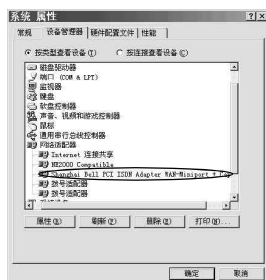

图8 “Shanghai Bell PCI ISDN Adapter WAN-Miniport+Capi 2.0”标识
⑥主叫号码液晶显示器 ⑦删除键; ⑧查看键。在没有使用外界直流电源供电时, NT1plus可通过电话线获得电能, 但处于受限供电工作状态, 只能支持一部模拟电话或是一部数字电话使用, 此时LP灯灭、PW灯亮; 如果使用外部直流电源供电时, 则LP和PW灯全亮。当有电话呼入时, 液晶显示屏上会显示出呼叫号码; 如果呼入的电话没有被接听, 该号码将被存储下来, 最多可以存储20个电话号码, 并遵循超出覆盖的原则, 用户可以按查看键翻阅这些电话号码。与NT1plus相比, 配套的贝尔SBT6021内置适配卡显得简洁了许多, 它仅有一个基本接口, 通过附送的一根RJ45线与NT1plus的S/T接口相连。它担负着桌面PC与NT1plus通信的任务, 通过它, 可以使用最高128Kbps的速率上网。它所提供的CAPI (ISDN 应用程序接口) 平台支持一切基于CAPI的数据传输、数据会议等应用软件, 并且支持基于ISDN的多媒体视频会议系统。由于它属于即插即用产品, 只需要将其插入PCI插槽, 开机后Windows 95/98都能报告发现新设备, 插入配套的驱动程序就可以完成安装。此时在“系统/设备管理器/网络适配器”应该有“Shanghai Bell PCI ISDN Adapter WAN-Miniport+Capi 2.0”标识(图8)。在“开始/程序”产生了一个“Shanghai Bell ISDN Utilities”组, 里面包括许多测试和配置ISDN卡的工具软件。所有软件安装完毕后, 拨号网络的设置与使用